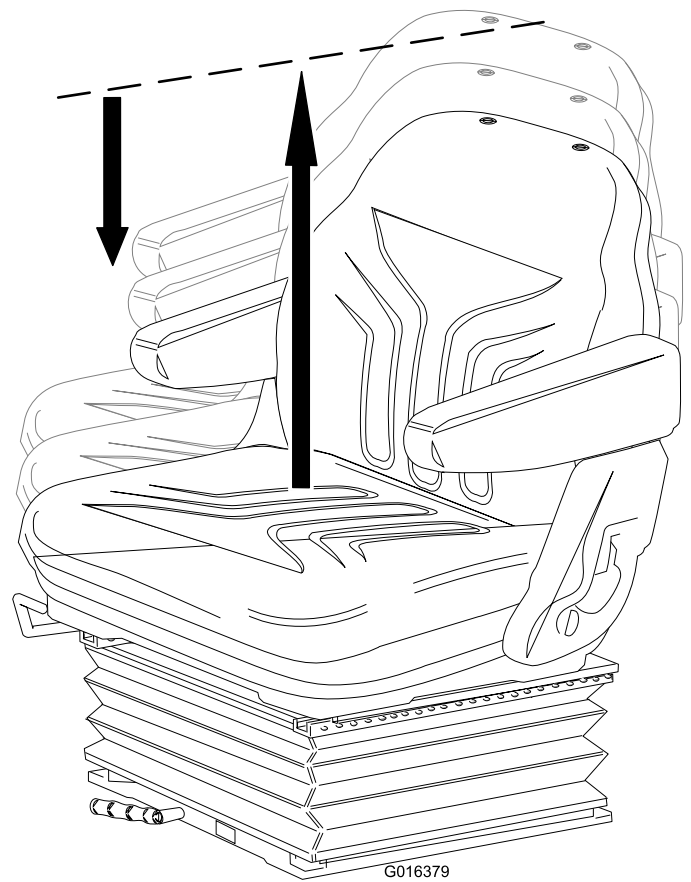

Figure 9
- **Réglage de la hauteur** : Levez manuellement le siège pour le régler progressivement en hauteur. Pour abaisser le siège, levez-le au-delà de son réglage le plus élevé, puis laissez-le retomber au réglage le plus bas (Figure 9).